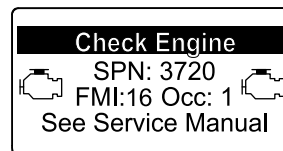

Figura 55
- Advertencia del motor SPN 3720, FMI 16 (Figura 55)